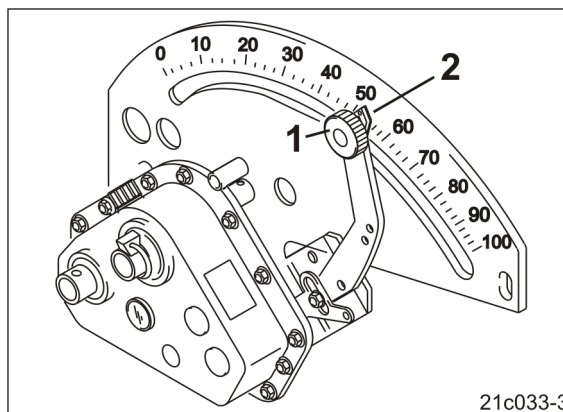

Fig. 221
4. Indstil geararmens viser (Fig. 221/2) på gearindstillingsværdien 100.
5. Spænd låseknappen (Fig. 221/1) fast.